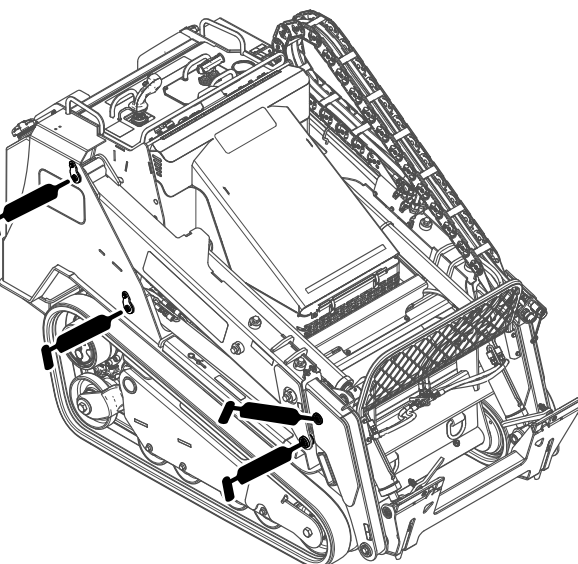
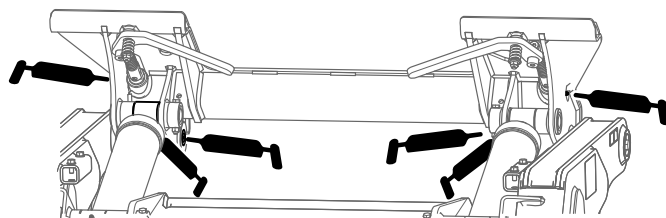
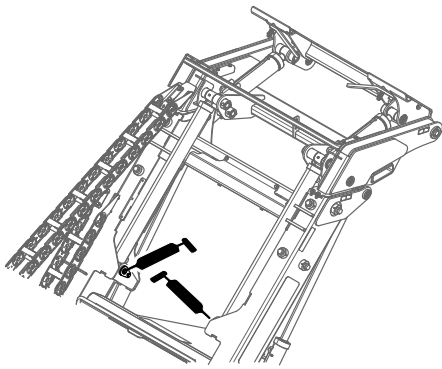

Figura 42
Figura 43
Figura 44
4. Conecte una pistola de engrasar a cada punto de engrase (Figura 42, Figura 43 y Figura 44).